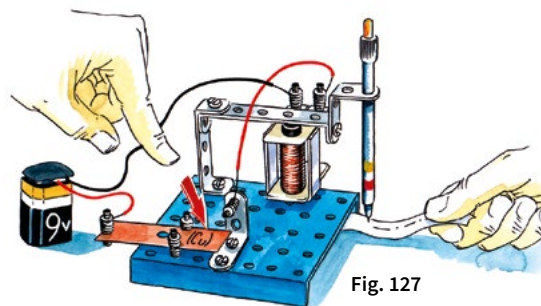

Fig. 127
Einen Elektromagneten bestehend aus Spule, Eisenkern und Kernmantel auf dem Kunststoffsockel befestigen. Als nächstes die Konstruktion (K) bauen und in der Nähe des Magneten aufstellen. Sie besteht aus einer 60 x 12 mm Schelle, die waagrecht an einer senkrechten Schelle angebracht ist. Rechts wird ein 25 x 25 mm Winkel angebracht, in dem ein dünner Bleistift steckt. Einen Schalter, der aus einer Kupferplatte, einem 25 x 25 mm Winkel und einer Sprungfeder besteht, an der Plastikplatte befestigen (siehe Bild 127). Schließt man diesen Telegraphen nun an die Batterie an und dann den Stromkreis, zieht der Elektromagnet diese Ankerkonstruktion an. Sobald der Stromkreis unterbrochen wird, geht der Anker wieder in die Ausgangsposition zurück. Beim richtigen Telegraphen schreibt der Bleistift Punkte und Striche auf einem unter ihm vorbeilaufenden Papierstreifen. Je nachdem, wie lange der Stromkreis jeweils geschlossen ist, entstehen diese Punkte und Striche, die das Morsealphabet darstellen (Versuch 85).